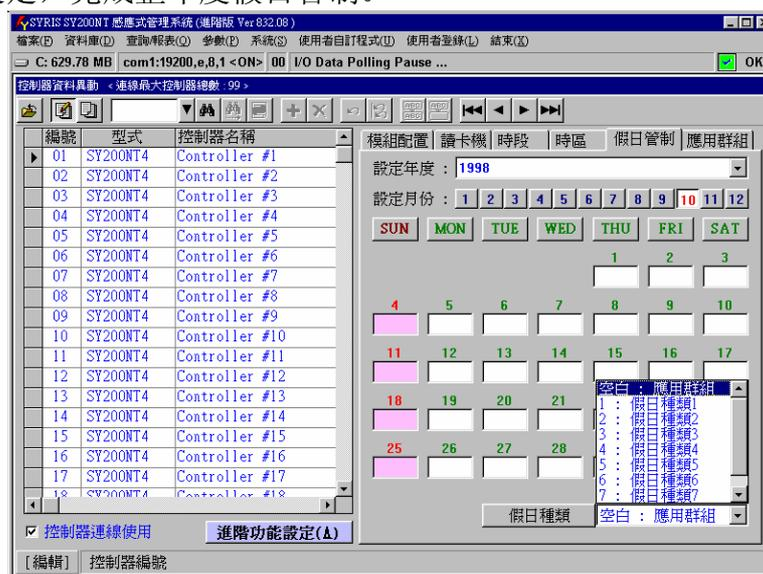

图 3-6 假日管制设定
1. 点选画面右方之次选单”假日管制”，如图 3-6 所示。